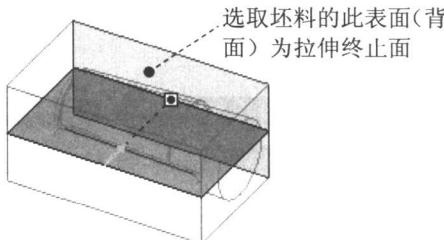

图 1.23 选取拉伸终止面
(4) 设置深度选项。
① 在操控板中，选取深度类型 (到选定的)。
② 将模型调整到如图 1.23 所示的视图方位，选取图中所示的坯料表面（背面）为拉伸